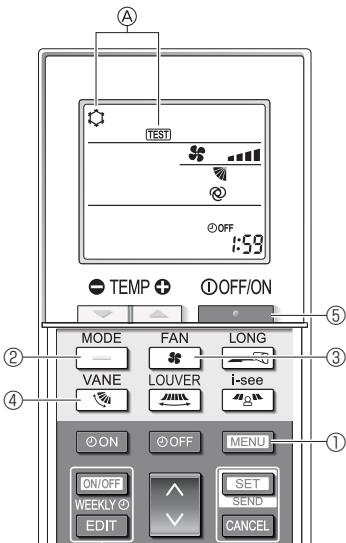

Fig. 8-5
2. Pulse el botón **[MENU]** ① durante 5 segundos. (Fig. 8-5)
3. Pulse el botón **[MENU]** ①.
En pantalla se visualiza ④ [TEST] (PRUEBA) y el modo actual de funcionamiento. (Fig. 8-5)
4. Pulse el botón **[—]** ② para activar el modo de refrigeración, y compruebe si sale aire frío de la unidad.
5. Pulse el botón **[—]** ② para activar el modo de calefacción, y compruebe si sale aire caliente de la unidad.
6. Pulse el botón **[■]** ③ y compruebe si cambia la velocidad del ventilador.
7. Pulse el botón **[■]** ④ y compruebe que el sistema automático de desviación del aire funciona correctamente.
8. Pulse el botón **[■]** ⑤ para detener la prueba de funcionamiento.